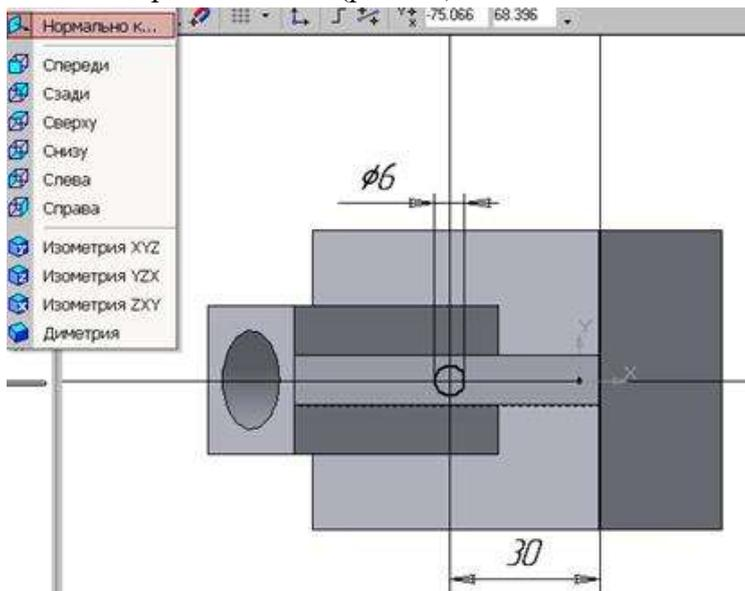

Рисунок 13 Эскиз отверстия
7. Для поочередного вырезания выдавливанием на глубину 15 мм двух отверстий, расположенных на ребрах жесткости, построим эскизы – окружности радиусом R3 мм. Указав наклонную плоскость, на которой будет вычерчиваться эскиз, выберем ориентацию – Нормально к ... (рис. 13).